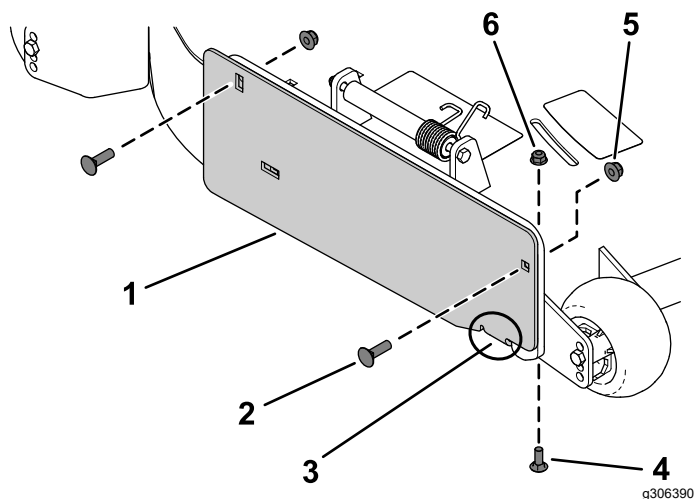

Figura 3
1. Prenda a placa da cobertura de descarga no exterior do suporte de montagem utilizando 2 parafusos de carroçaria (3/8 pol. x 1-1/4 pol.) e 2 porcas de bloqueio (3/8 pol.), como se mostra na (Figura 3).
2. Prenda a patilha no interior da plataforma do cortador utilizando 1 parafuso de carroçaria (5/16 pol. x 7/8 pol.) e 1 porca flangeada (5/16 pol.), como se mostra na Figura 3.